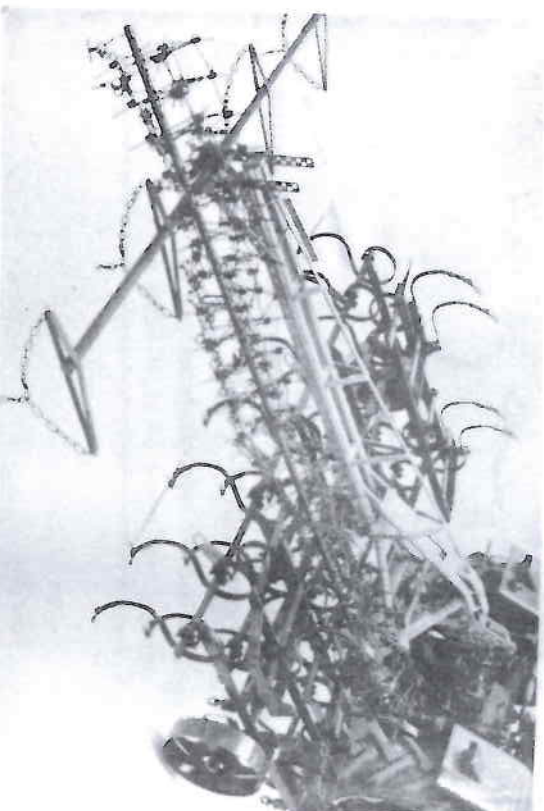

Abb. 58 Transportstellung Federzahnegge + Netzegge bei 3,30 m Arbeitsbreite
2. Netzegge auf die Federzahnegge und Netzeggen-Tragrähmen legen, wie Abb. 58 zeigt.